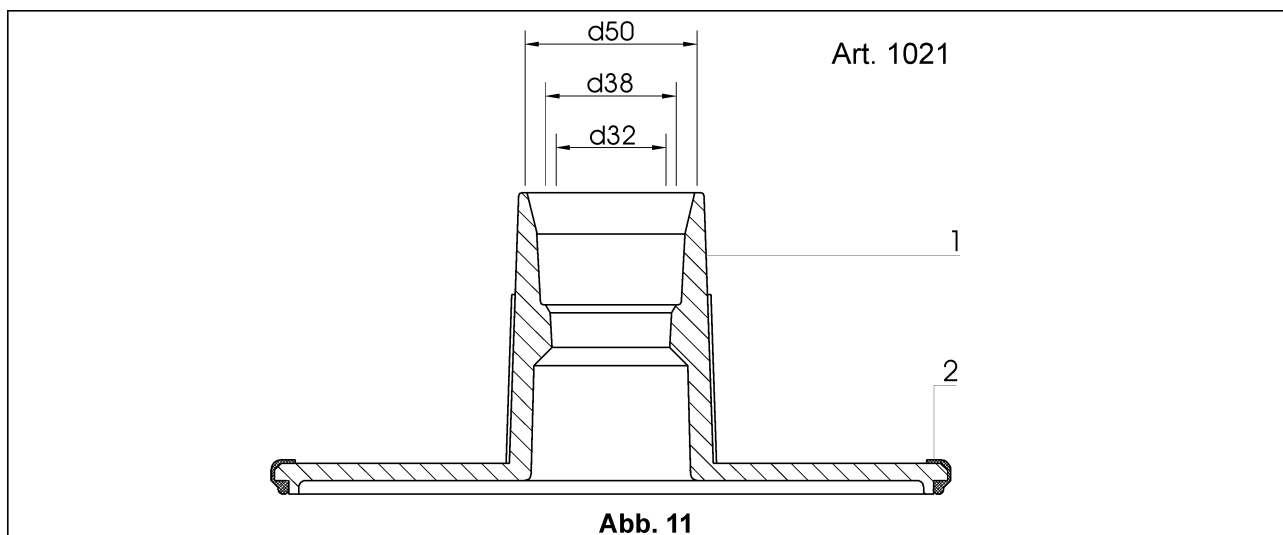

Abb. 11
2.6 Vakuumscheibe Art. 1021 (Abb. 11) für Skimmer V20